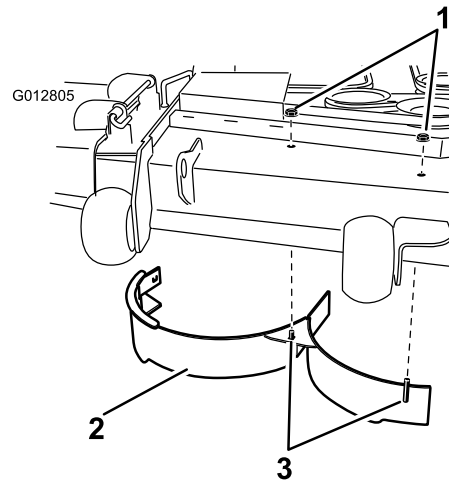

Figura 2
8. Instale el deflector derecho en la plataforma de corte según se muestra en Figura 2. Utilice dos